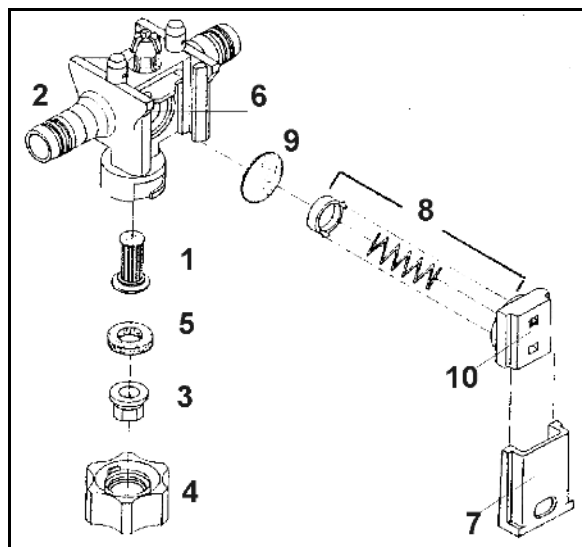

Fig. 184
- Reinigen Sie die LeitungsfILTER (Fig. 184/1) je nach Einsatzbedingungen alle 3 – 4 Monate.